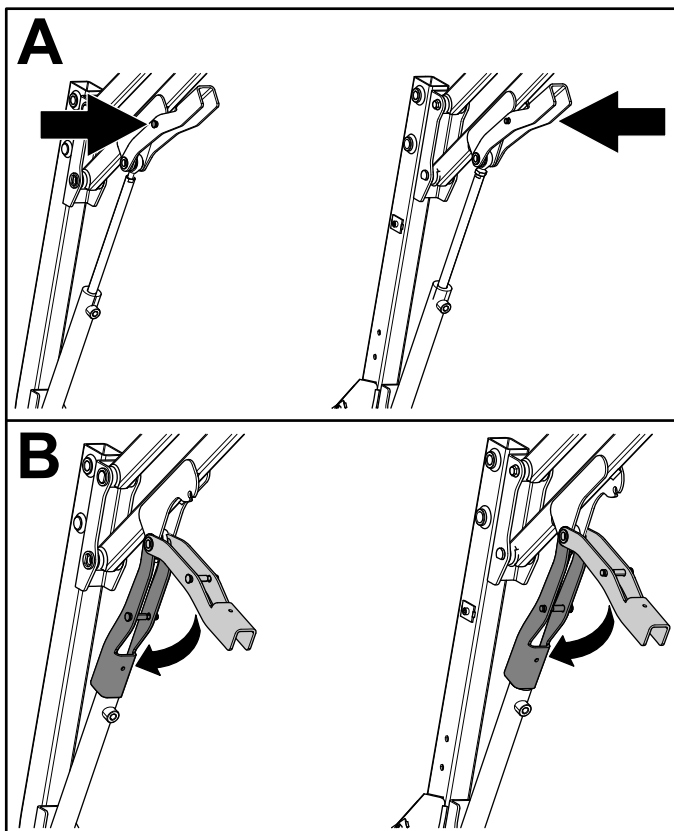

Bild 37
- A. Drücken Sie den Stift an der magnetischen Sicherheitsarretierung nach innen (Bild 37).
- B. Halten Sie den Stift weiterhin fest und senken die magnetische Sicherheitsarretierung in den Hydraulikzylinder ab (Bild 37).